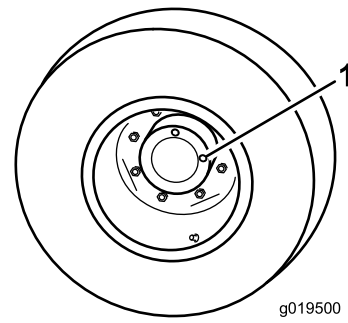

Figure 91
1. Amenez la machine sur une surface plane et horizontale, tournez la roue de sorte à placer un bouchon de contrôle à la position 12 heures et l'autre à la position 3 heures (Figure 91).
1. Bouchon de contrôle/vidange (2)
2. Retirez le bouchon qui est à la position 3 heures (Figure 91).